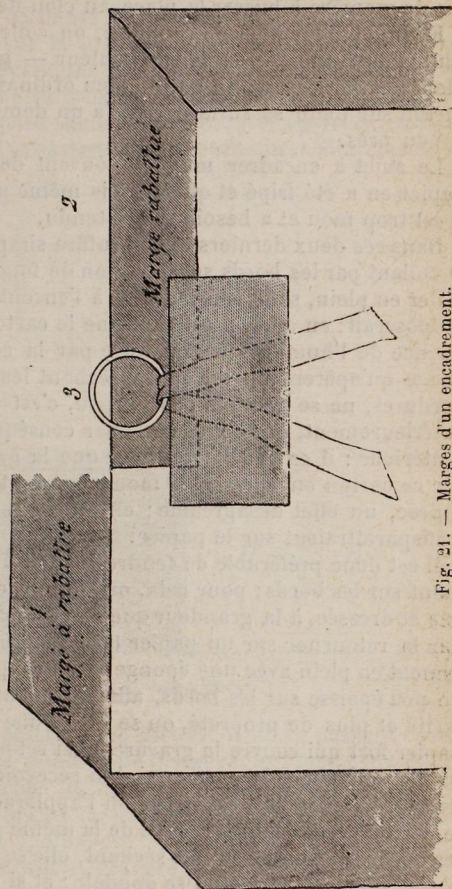

Fig. 21. — Marges d'un encadrement.
toyer le côté opposé, c'est-à-dire celui qui doit être en contact direct avec la gravure; on place ensuite la gravure, et enfin le carton, en ajustant le tout ensemble sur les bords de façon à ce que l'un ne dépasse pas l'autre; on coupe alors (fig. 21) les angles de la feuille de papier à une distance d'un demi-centimètre à peu près du coin (1), et on rabat immédiatement les marges sur le carton en les tirant un peu fortement à soi et en fermant les coins (2).
Il ne reste plus alors qu'à fixer par derrière l'anneau qui doit servir à la suspension (fig. 21, 3); cet anneau en cuivre est passé dans un ruban de fil solide, large d'un peu plus d'un centimètre,